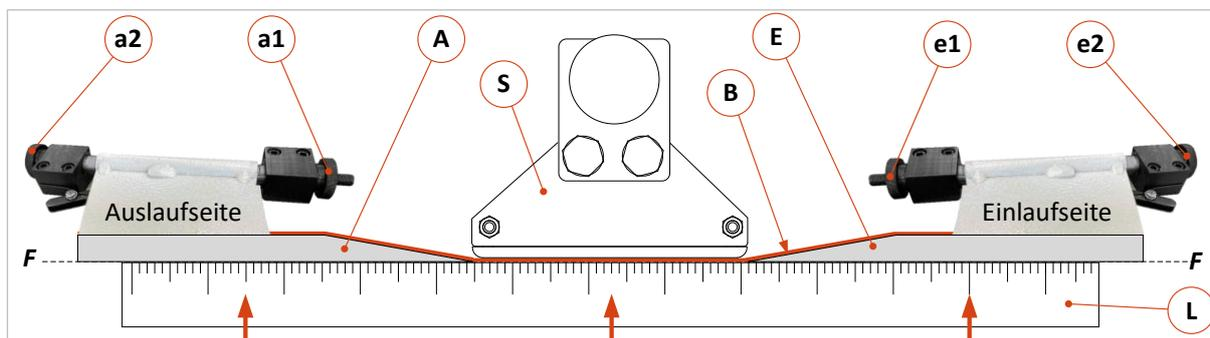

Abbildung 25: Furnieranschlage auf Nullstellung eichen
Hilfsmittel: Verwenden Sie zur Orientierung der Nullstellung ein Lineal (L) und schlagen es von vorne an das Schleifband (B) vor dem Schleifschuh (S) an (siehe ⇒ Abbildung 25). Falls kein Lineal zur Hand, konnen Sie auch den Tisch nach oben und die Tischkante horizontal in Richtung Schleifband (B) stellen, bis sie dieses leicht beruhrt. Zur Einstellung der Anschlagposition werden die beiden Randelmutter-Paare (a1) + (a2) und (e1) + (e2) verwendet. Welche jeweils davon als Stellmutter oder als Kontermutter dient, hangt davon ab, ob die Anschlagplatte nach vorne oder hinten verstellt werden muss.
- Stellen Sie den linken Furnieranschlag (A) der Auslaufseite uber die Randelmutter (a1) und (a2) so ein, dass sich die Anschlagflache in einer Flucht (siehe F) mit der Schleifband-Vorderseite befindet.
- Danach stellen Sie den rechten Furnieranschlag (E) der Einlaufseite uber die Randelmutter (e1) und (e2) so ein, dass sich die Anschlagflache in einer Flucht (siehe F) mit der Schleifband-Vorderseite befindet.